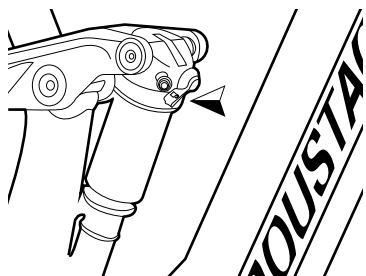

Afbeelding 20.
- Een geveerde vork vergrendelen doe je door de hendel zo ver mogelijk in de richting van de pijl naar de markering «VERGRENDELD» of «HARD» te draaien. (Zie voorbeeld op Afbeelding 20).